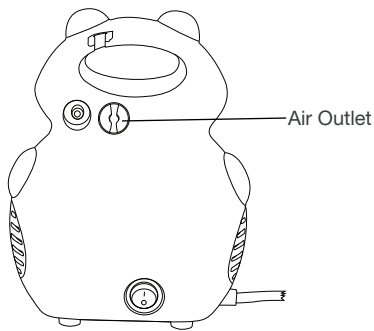

Figura 6-1
9. Conecte un extremo del tubo con firmeza sobre la salida de aire en la parte posterior de la unidad del compresor. Es importante insertar por completo el tubo en la salida de aire. El tubo está diseñado para encajar perfectamente (Figura 6-1).